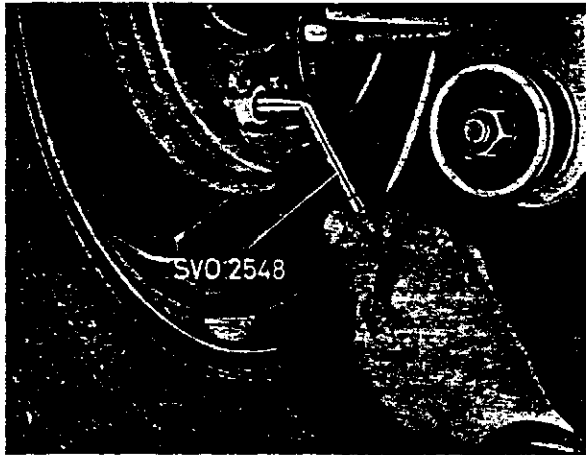

Abb. 26 Einstellen der Radbremse
2. Rad durchdrehen, indem die Bremsen durch Drehen der Einstellschraube im Uhrzeigersinn mit Hilfe des Schlüssels SVO 2548, siehe Abb. 26, angezogen werden. Wenn das Rad kaum mit einer Hand durchgedreht werden kann, ist das Anziehen zu unterbrechen. Danach ist die Schraube um vier „Rasten“ zu lösen und kontrollieren, daß sich die Bremstrommel frei drehen läßt, mit der Einstellschraube in Sperrlage.